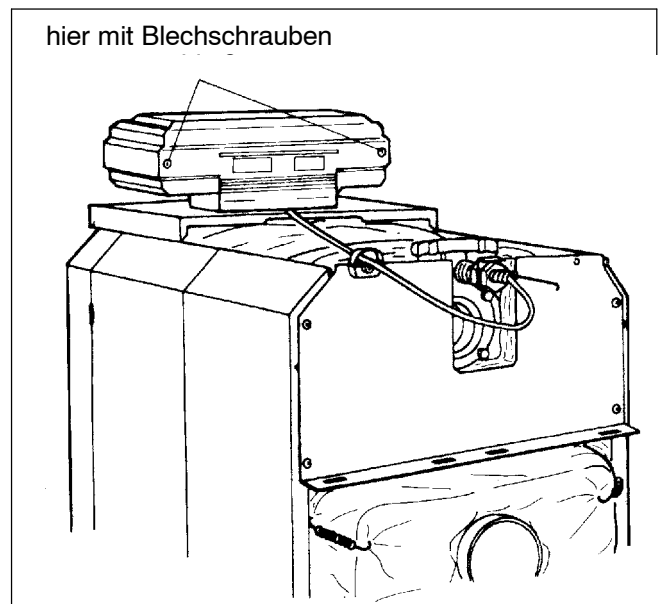

Abb. 51
- Klemmenabdeckhaube mit zwei Blechschrauben am Regelgerätesockel anschrauben (Abb. 51).